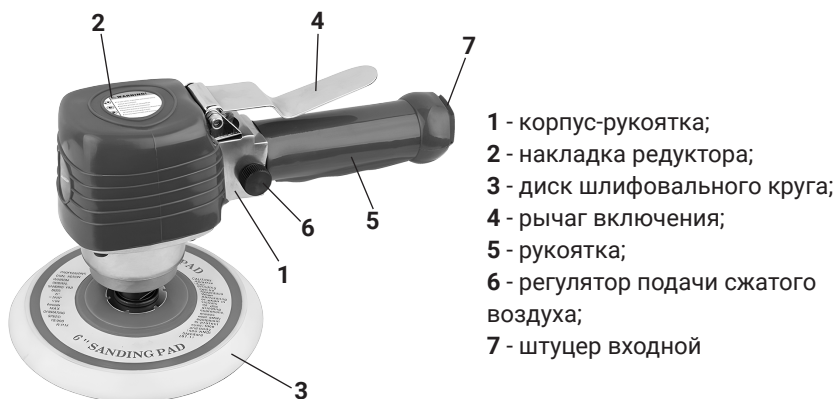

рис.1
6. Общий вид шлифмашины представлен на рис. 1
Основные элементы шлифмашины: ротационный пневмодвигатель и эксцентриковый механизм расположены в металлическом корпусе, выполненном заодно с рукояткой (рис.1 поз.1), покрытого пластиком. Редуктор закрыт пластиковой накладкой (рис.1 поз.2), удобной для хвата второй рукой, при контроле движения
Резиновое покрытие накладки рукоятки (рис.1 поз.5) способствует надёжному хвату инструмента при работе, а также снижает вибрацию рукоятки. Энергия сжатого воздуха от компрессора, преобразуется в инструменте ротационным пневмодвигателем, во вращательное движение эксцентрикового механизма.
В резьбу (1/4") эксцентрика вкручивается пластиковый диск (рис.1 поз.3) с липучкой. На диск крепится насадка - шлифовальный круг.
К задней части рукоятки крепится штуцер (рис.1 поз.7) для подключения шланга от компрессора с помощью переходника типа «рапид» (входит в комплект поставки).
Регулятор расхода воздуха (рис.1 поз.6) изменяет расход подаваемого воздуха, следовательно, меняется скорость вращения круга. Подача воздуха осуществляется нажатием на рычаг (рис.1 поз.4). При отпускании рычага, подача воздуха прекращается.
Перед подсоединением инструмента капните в разъем входного штуцера несколько капель масла; - прикрутите к инструменту диск (рис.1 поз.3) с наклеенным на него шлифовальным кругом, застопорив ключом (входит в комплект поставки) эксцентрик; - обеспечьте чистоту и хорошее освещение рабочего места; - закрепите обрабатываемое изделие (струбциной, зажимами и т.п.); - определите оптимальную скорость вращения и зернистость шлифовальной накладки, проверяя работу на запасных кусках материала (рекомендации см. в данном руководстве); - подсоедините шланг подачи сжатого воздуха к шлифмашине.